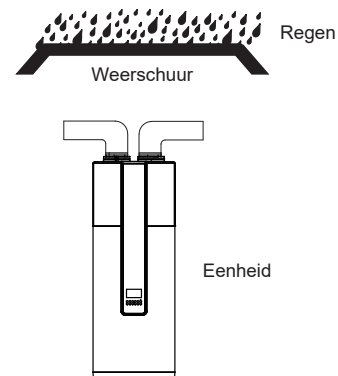

Fig.3-13
- Als er regen in de interne componenten van de eenheid komt, kan de omponent beschadigd raken of fysiek gevaar opleveren. (Fig. 3-13)
- Wanneer de eenheid is aangesloten op een kanaal dat naar buiten loopt, moet er een betrouwbare waterbestendige maatregel op het kanaal worden aangebracht om te voorkomen dat er water in de eenheid valt. (Fig. 3-13)